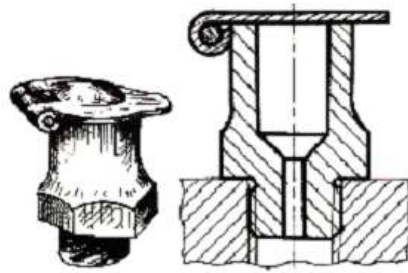

Figure 4
- **Graisseurs à couvercle** : (Voir la figure 4)